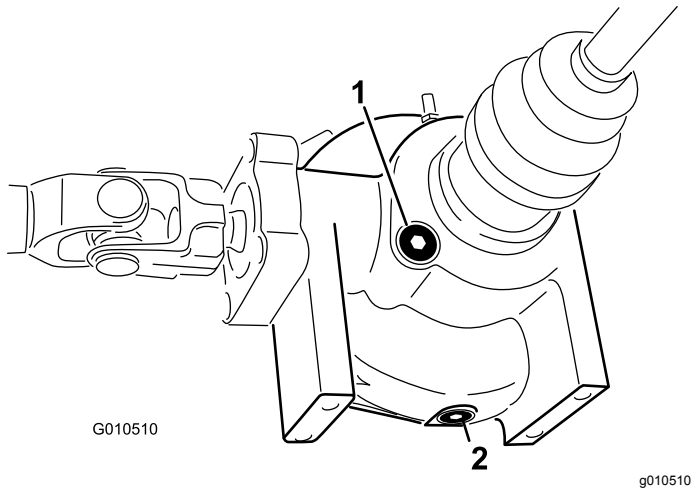

Bild 43
4. Reinigen Sie den Bereich um die Füll-/Prüfschraube seitlich am Differential (Bild 43).
4. Reinigen Sie den Bereich um die Ablassschraube an der Seite des Differenzials (Bild 43).